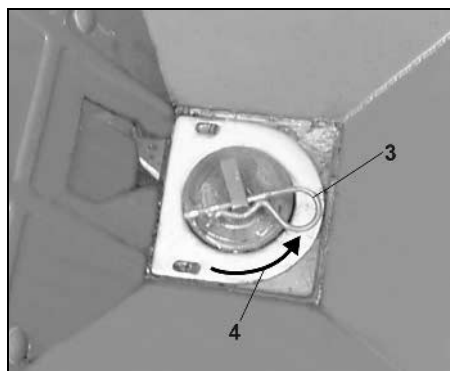

Fig. 53
- Fjädersprinten (Fig. 53/3) måste ovillkorligen (Fig. 53/4) onteras exakt enligt bild i rotationsriktningen (bilden visar den högra maskinsidan).